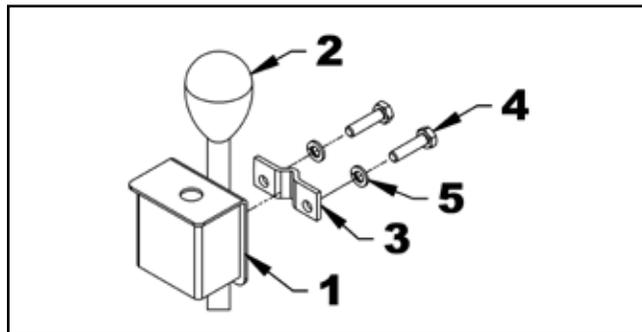

Figure 41. Fixer le boîtier de commutation
6. Figure 41 : Fixez le boîtier de commutation (1) à la tige du levier de la vanne (2) à l'aide d'une pince de boîtier de commutation (3), de deux boulons hexagonaux de 1/4 po x 1 po et de rondelles de blocage (4, 5) Ne serrez pas pour permettre le réglage ultérieur de la position.